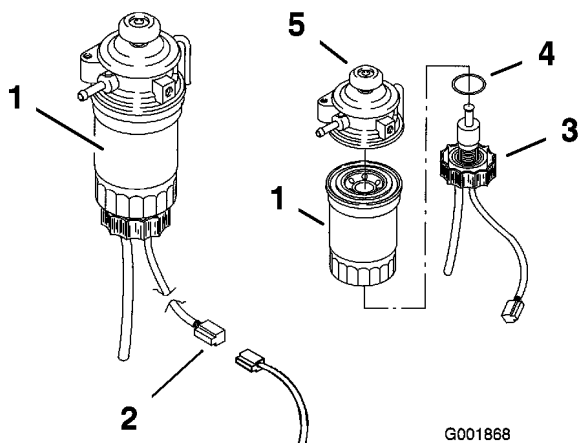

Figura 49
6. Retire el tapón de vaciado y deseche la junta tórica (Figura 49).
8. Instale a mano un filtro nuevo hasta que la junta entre en contacto con el alojamiento; luego apriete el filtro 1/3 de vuelta más (Figura 49).